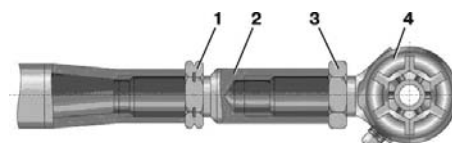

Рис. 2. Наконечник поперечної рульової тяги: 1 – гайка з лівим різьбленням; 2 – регулювальний штуцер; 3 – гайка з правим різьбленням; 4 – наконечник
4. Закріпіть тягу в лещатах, відкрутіть стопорні гайки 1 (рис. 2) і 3 і виверніть наконечники 4 та регулювальний штуцер 2.